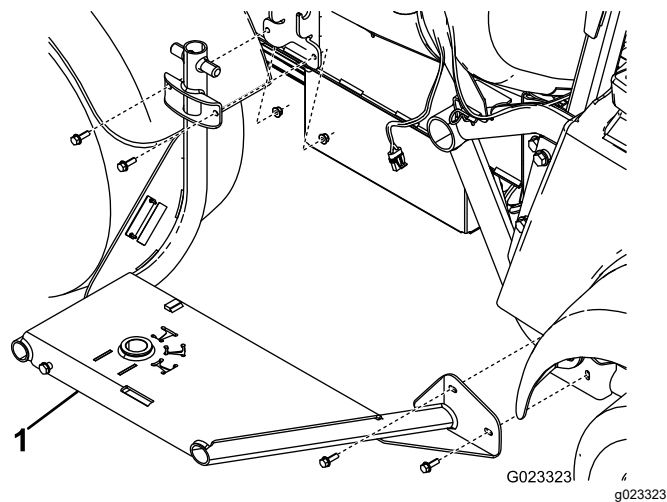

図 8
1. ホースリール・フレームを、機体の側部に取り付けるボルト5/16 インチ4本と、フランジナット5/16 インチ4個を使用して図 8 のように取り付ける。